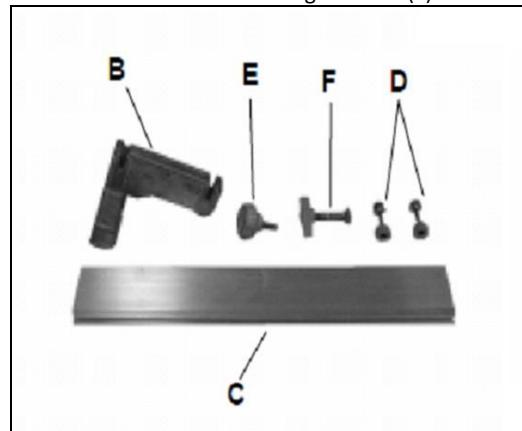

Fig 7
Der Längsanschlag kann auf beiden Seiten des Bandes benutzt werden, indem das Anschlaglineal (C, Fig 7) an der passenden Seite des Gussteil (B) befestigt wird.